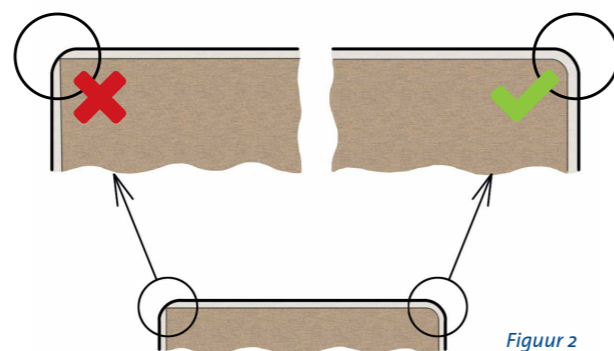

Figuur 1
- ◆ Bij stapelen van het plaatmateriaal dienen de balkjes recht onder elkaar te liggen met een maximale hart-op-hart afstand van 500 mm (zie figuur 1)